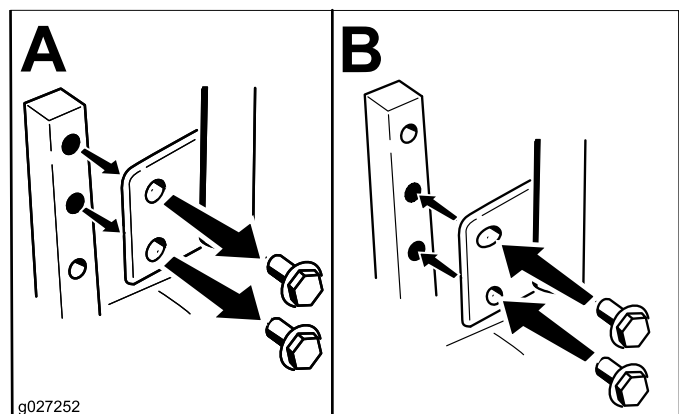

Figura 10
Puede ajustar las palancas de control de movimiento hacia arriba o hacia abajo para que su uso sea más cómodo (Figura 10).
2. Afloje el perno inferior lo suficiente para poder desplazar hacia adelante o hacia atrás la palanca de control (Figura 10).